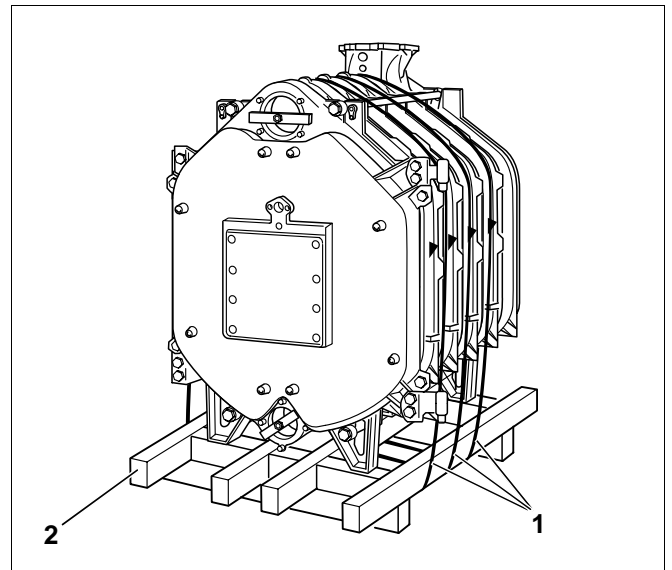

Fig. 18
- Skær sikringsbåndene over (Fig. 18, **pos. 1**).
- Fjern pallen før opstillingen (Fig. 18, **pos. 2**).